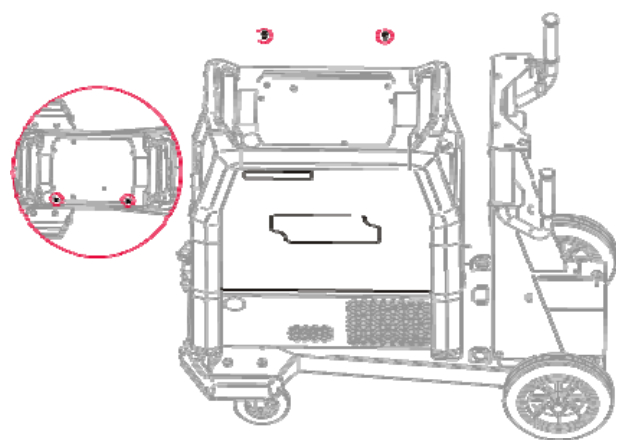

Figura 5
- Așezați panoul lateral (Figura 5).
- Montați panoul lateral și înșurubați cele două șuruburi M5x20 (Figura 5).